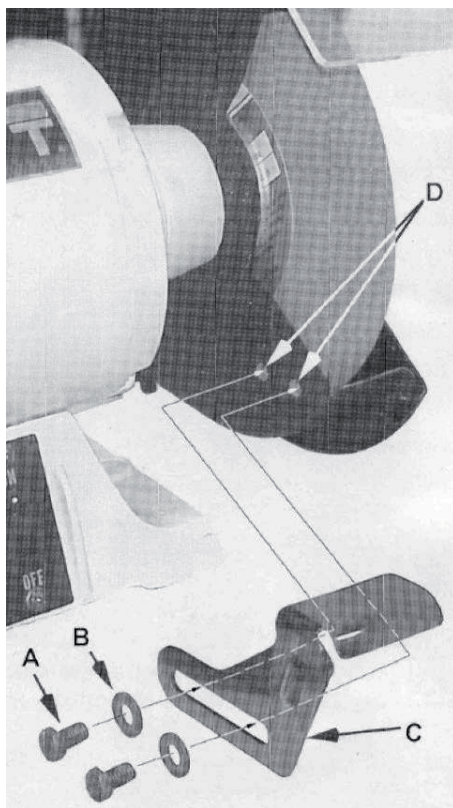

Рис. 1
Посилаючись на рисунок 1:
- Є правий та лівий підручники. Дивіться на рисунок 1, аби впевнитися в тому, що Ви встановлюєте їх правильно.
- Використовуючи болти (А) та шайби (В) із пластикового пакету, зафіксуйте упори для рук, накрутивши два болти (А) через дві плоскі шайби (В) і кронштейн підручника (С) на корпус кола (D), як зазначено на рисунку 1.